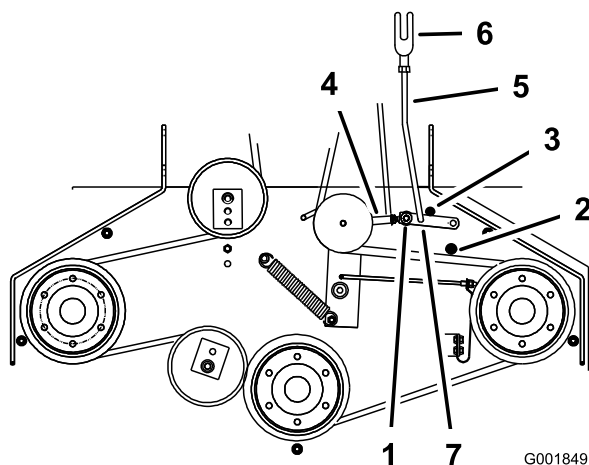

Figura 50
- Asegúrese de que el brazo está en contacto con el tope trasero del brazo de la carcasa (Figura 50).
- El brazo debe entrar en contacto con el tope delantero del brazo de la carcasa. Si no lo hace, la palanca acodada debe acercarse más al refuerzo (Figura 50).
- Para ajustar el acoplamiento del brazo, retire el pasador de horquilla del brazo (Figura 50).
- Instale el acoplamiento en el brazo y sujételo con el pasador de horquilla (Figura 50).